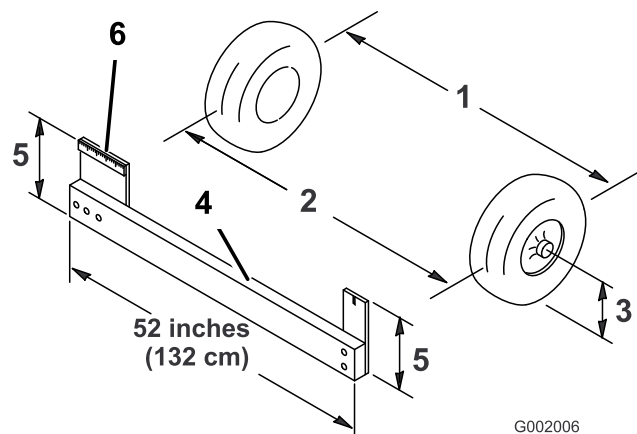

図 61
4. 前輪の前と後ろで、左右のタイヤの中央線間距離を測る；計測はアクスルの高さで行う(図 61)。前輪の後ろで、アクスルの高さで測定を行うには市販または手製のトーイン測定器が必要となる。前後の計測とも同じ道具を使用し、アクスルの高さで正しく測定すること(図 61)。